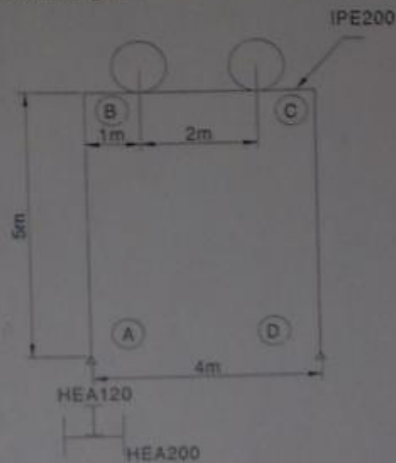

fig2
- Les dimensions des cadres sont dans la figure 2